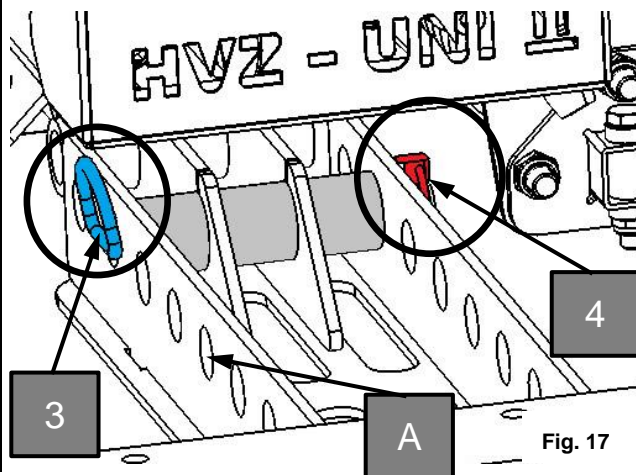

Fig. 17
Réinsérez la fiche femelle (3) (voir Fig. 17), bloquez la fiche femelle avec la goupille d'arrêt (4) (voir Fig. 17).